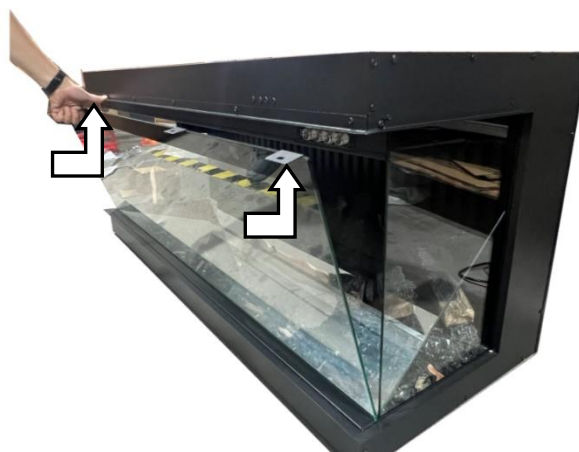

Fig.1-1 Fig.1-2
- Togliere tutte le viti dalla parte superiore del pannello di vetro. Fig.1-1